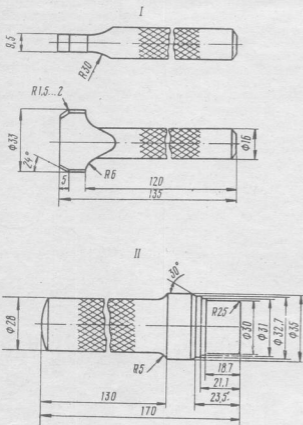

Рис. 20. Оправки для установки заглушки в шатунной шейке коленчатого вала:
91. Запрессовать оправкой 1 (Рис. 20) заглушку 7 (Рис. 12) в отверстия шатунных шеек коленчатого вала и развальцевать их оправкой 11 (Рис. 20). Заглушку запрессовать на глубину 0,5 мм. При установке втулок 8 (Рис. 19), ориентировать так, как показано на рисунке. (Оправка, молоток, шаблон на размер, оправка).